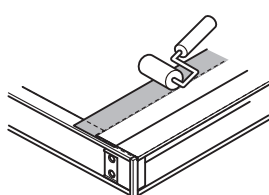
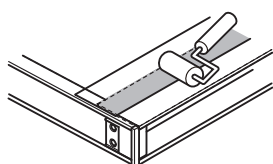

図1-1 屋根パネル側
図1-2 屋根枠側
- スマートシールテープを貼付ける際は、屋根パネル側・屋根枠側をそれぞれ市販のローラーやヘラなどで確実に圧着してください。（図1-1、図1-2参照）